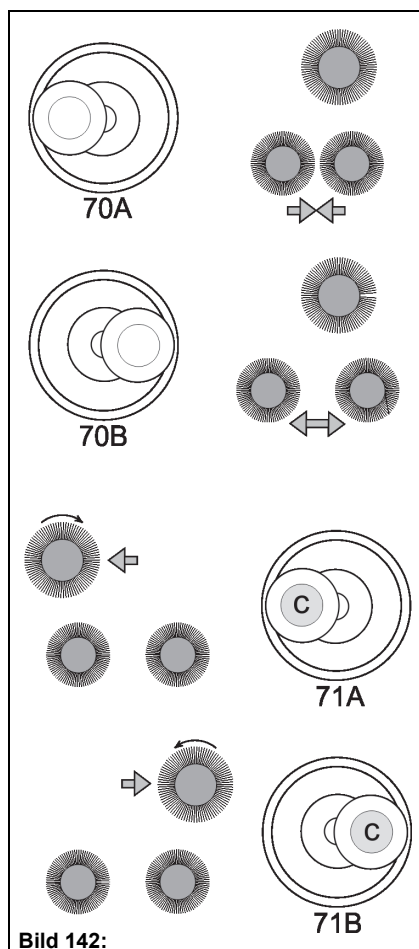

Bild 142:
Tryck på knappen **Bild 142-C** och sväng samtidigt joystick **Bild 142-75 (A)** åt vänster.
Tryck på knappen **Bild 142-C** och sväng samtidigt joystick **Bild 142-75 (A)** åt höger.